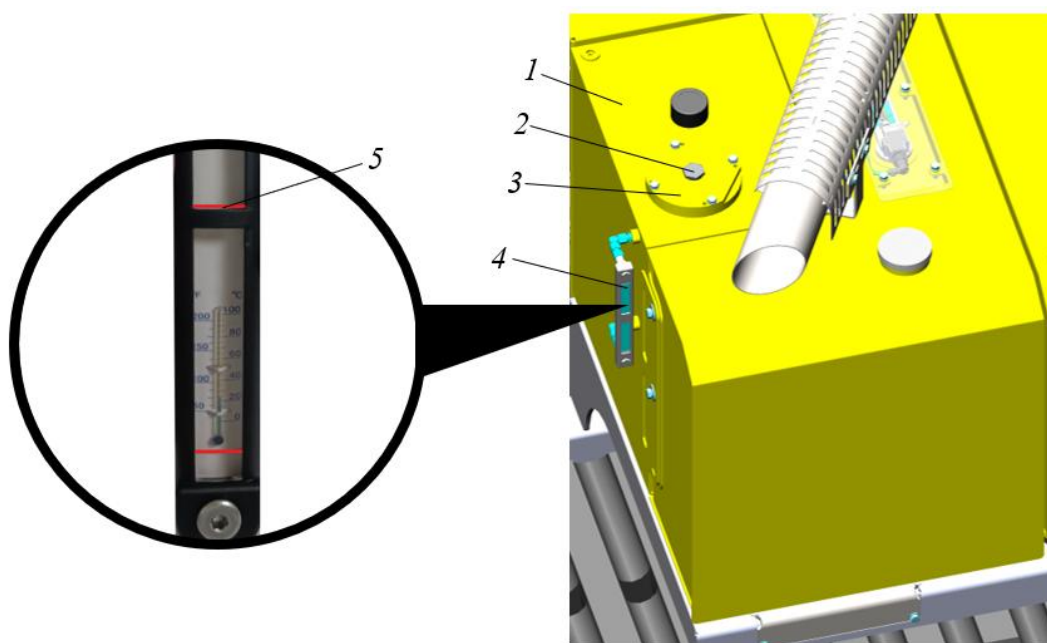

Рисунок 5.43. Бак гидравлический
- ▶ Ключом  на 41 Отвернуть пробку 2 на крышке фильтра сливной линии 3, предварительно очистив рабочую зону и область рядом с крышкой от загрязнений, рис. 5.43.